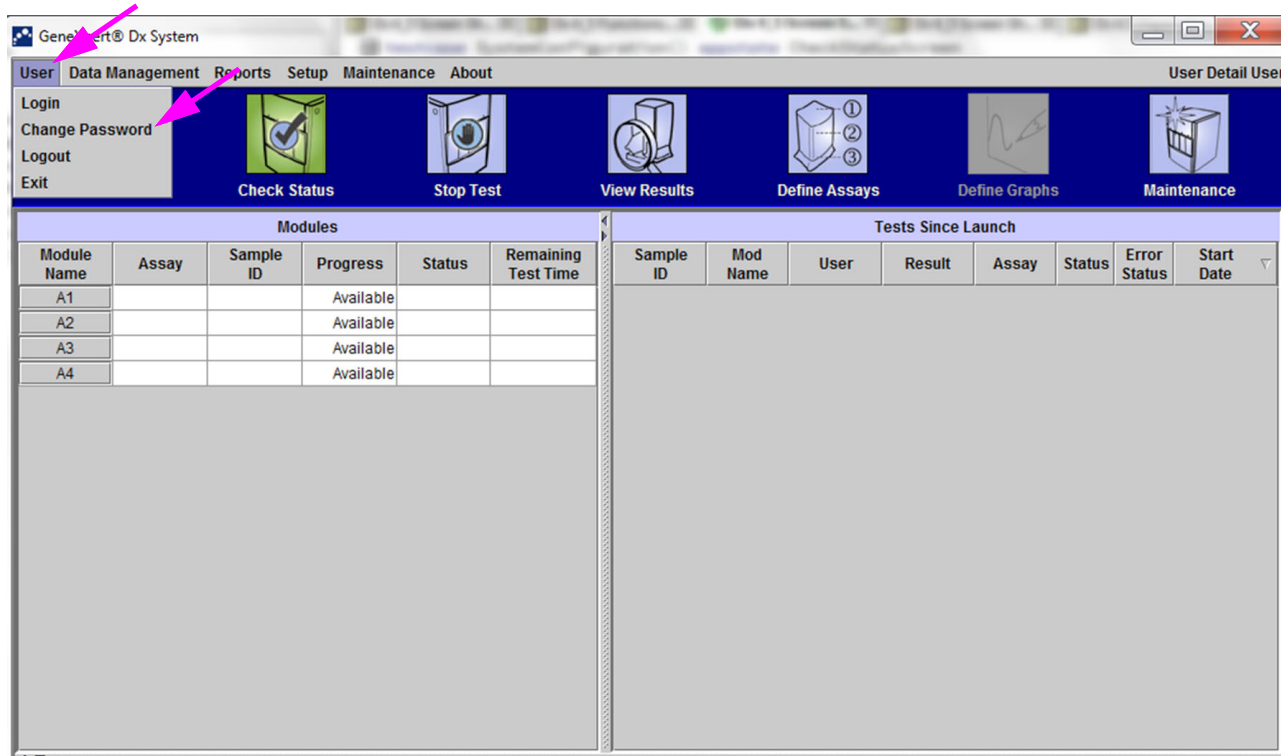
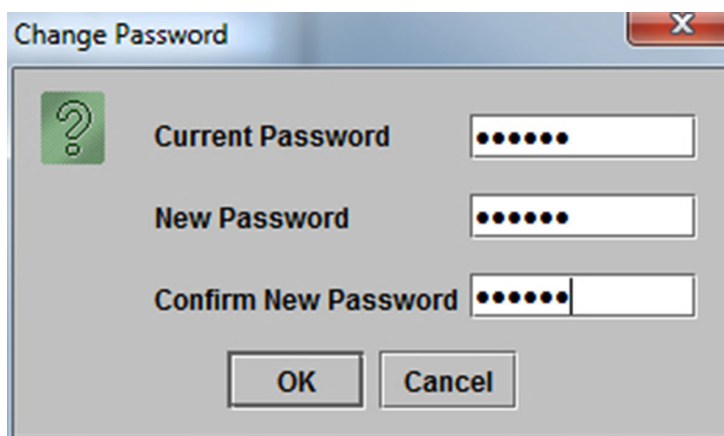

Figura 5-14. Meniul Utilizator (Schimbare parolă)
Figura 5-15. Caseta de dialog Schimbare parolă
- În fereastra sistemului GeneXpert Dx, din meniul **Utilizator (User)**, faceți clic pe **Schimbare parolă (Change Password)**. Consultați Figura 5-14. Se afișează caseta de dialog Schimbare parolă (Change Password) (consultați Figura 5-15).